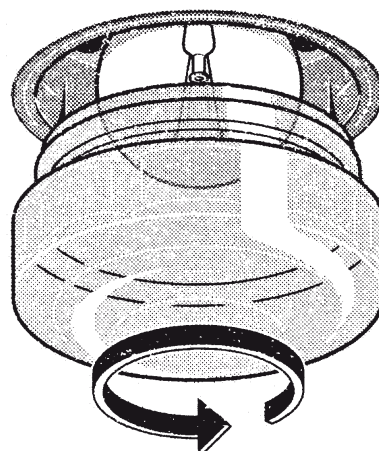

Fig. 5
- Desaperte a cobertura da lâmpada (Fig. 5), substitua a lâmpada (consulte a nota para ver o tipo de lâmpada) e aparafuse novamente a cobertura da lâmpada.